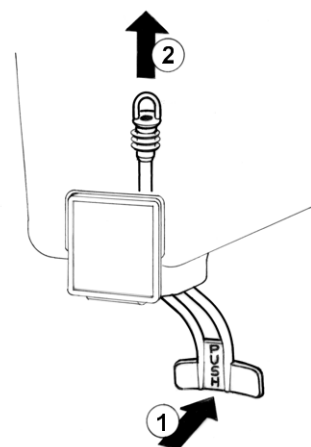

figure 4
- 5 **Robinet avec tube en caoutchouc:** pousser (1) le levier de débit robinet et défiler (2) le tuyau robinet de son siège sur le fond du réservoir (voir figure 4).